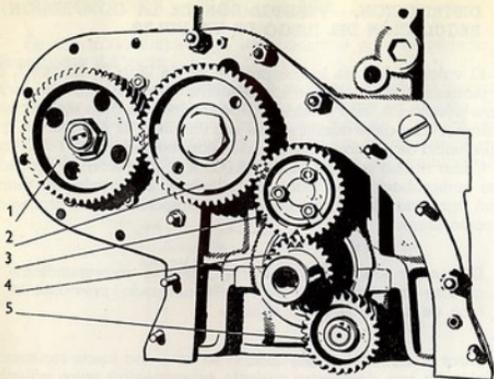

Fig. 21. - Engranajes de la distribución
Fig. 21 bis. - Puesta en fase de la bomba de inyección
b) La bomba de inyección se montará sobre su soporte quedando la señal API (avance punto inyección), adelantada unos 17 mm., medidos sobre el volante de la bomba respecto a la entalla que señala el principio de inyección (fig. 21-bis). Luego colocar el acoplamiento entre compresor y bomba de inyección.
d) Finalmente calar exactamente la bomba de inyección aflojando los dos tornillos (A) del volante de la misma y, mediante el volante motor, girar el acoplamiento regulable hasta que la